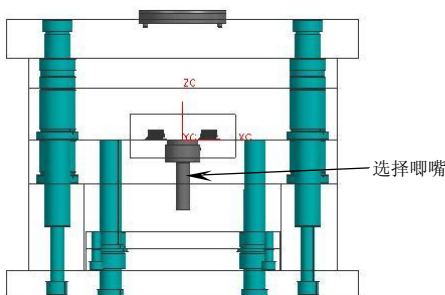
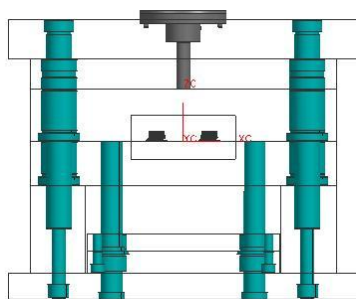

图5-45
图5-46
4. 在【装配】工具条中单击【重定位组件】按钮，选择唧嘴并单击 **MB2** 确定，如图 5-45 所示，弹出【组件重定位】对话框。单击【平移】按钮，弹出【变换】对话框，在【DZ】输入框中输入“140”，单击两次 **确定** 按钮调整唧嘴位置，如图 5-46 所示。